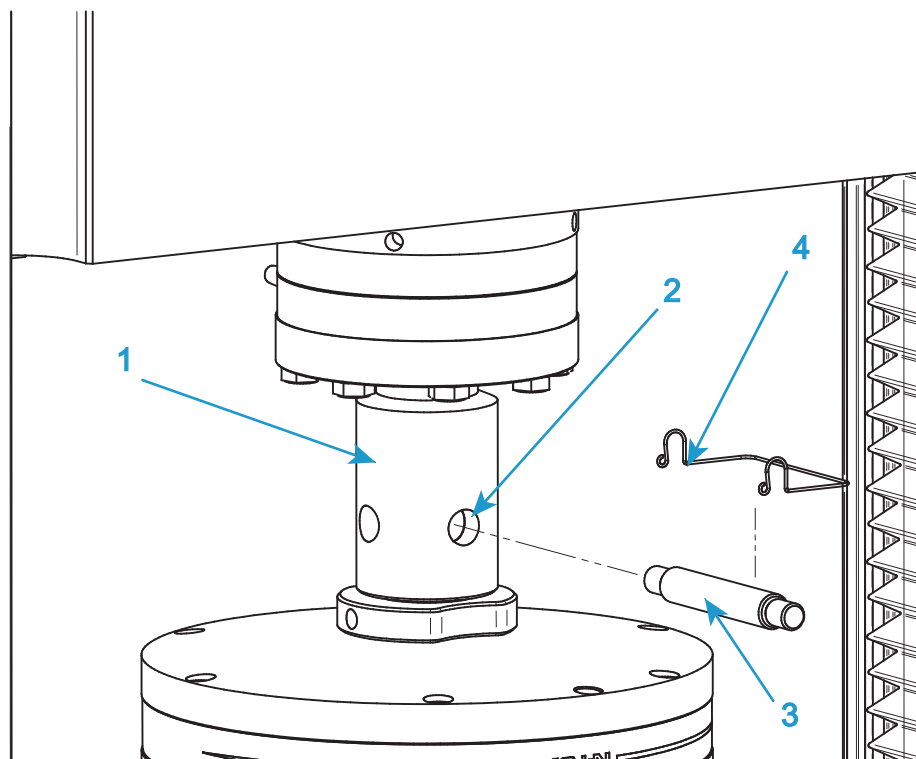

図20. 一般的なグリップの取り付け
この手順を実行するときは、94 ページの 図 20 を参照してください。
1. 上側グリップでは、グリップのアダプタをロードセル アダプタのメス クレビス ソケット (図 20 の 1) に挿入します。
2. クレビス穴 (図 20 の 2) の位置を合わせ、クレビス ピン (図 20 の 3) を穴に差し込みます。
3. クレビス ピン クリップ (図 20 の 4) でクレビスを所定の位置に固定します。